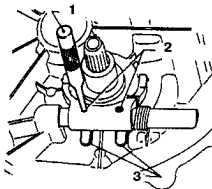

Рис. 5.8 Снятие штифта, крепящего выжимную вилку к поперечному валу (См. Раздел 8)
3. Проверьте, чтобы втулки вала не были изношены. Если они изношены, штифты крепления вилки к поперечному валу необходимо выбить (См. Рис. 5.8). Возвратную пружину необходимо отсоединить при снятии вала. Штифты можно выбить только, если повернуть поперечный вал так, чтобы штифты могли пройти через небольшие отверстия в картере.